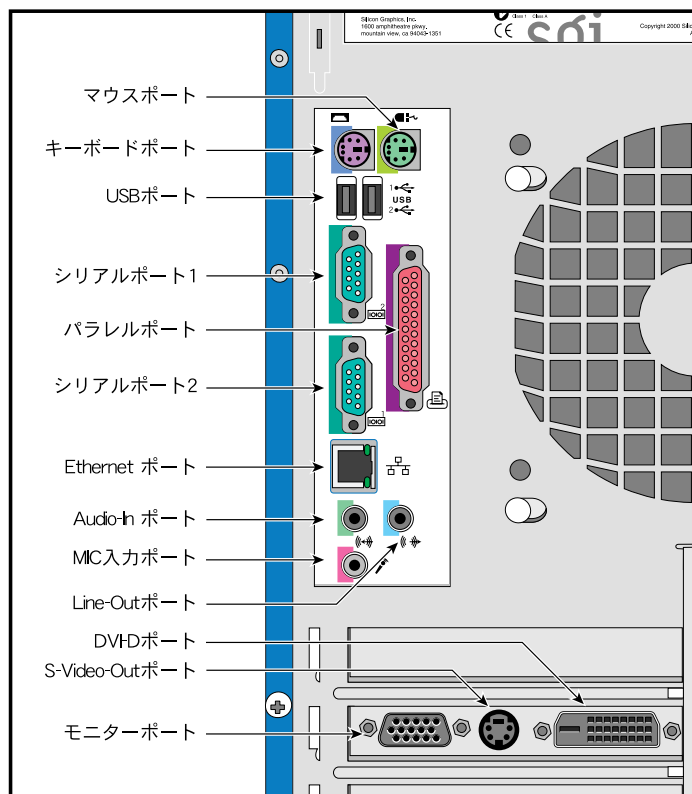

図 1-10 I/O パネル
- c. ケーブルをシステムのライン出力ポートとスピーカー入力シグナルポートに接続することにより、右のスピーカーをシステムに接続します。ライン出力ポートの場所については、図 1-10 を参照してください。
7. その他の外部装置をそれぞれのポートに接続します。I/O パネルの詳細表示については、図 1-10 を参照してください。